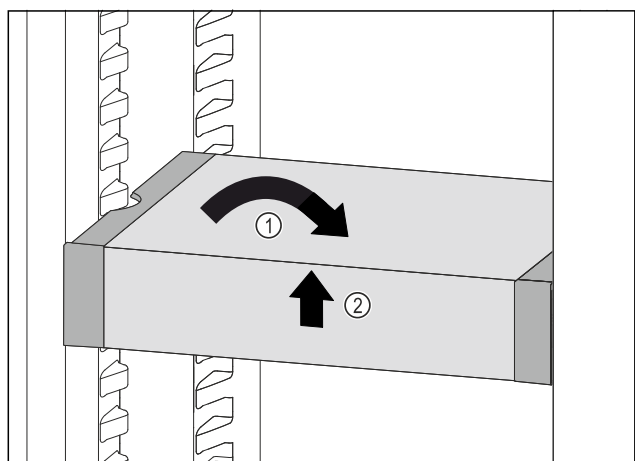

Fig. 70
- ▶ Állítsa egyenesbe a VarioSafe fiókot. Fig. 70 (1)
- ▶ Elöl emelje meg a VarioSafe fiókot. Fig. 70 (2)